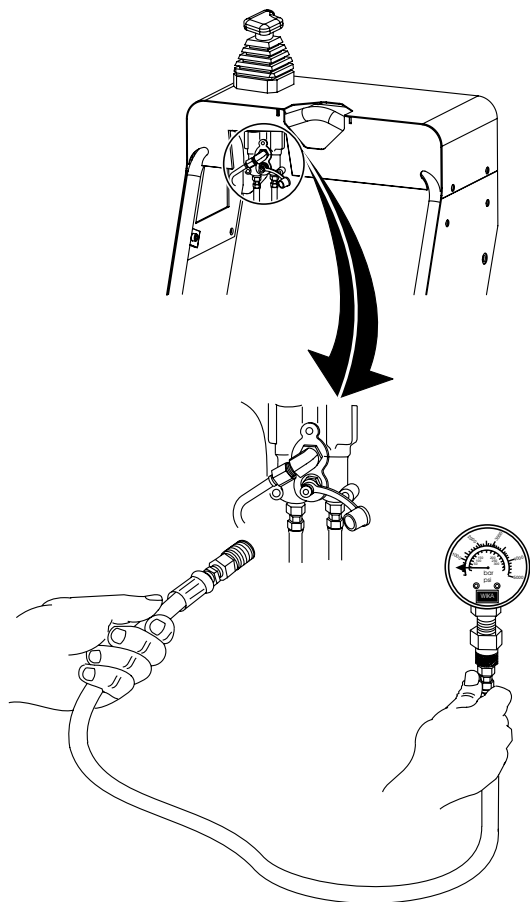

Bild 48. Kontroll av styrtryck
1. Ta bort det vänstra höljet och sätt i testmanometern (300 till 600 psi) som visas på bild 48 i den vänstra styrventilens diagnostiska snabbkoppling.